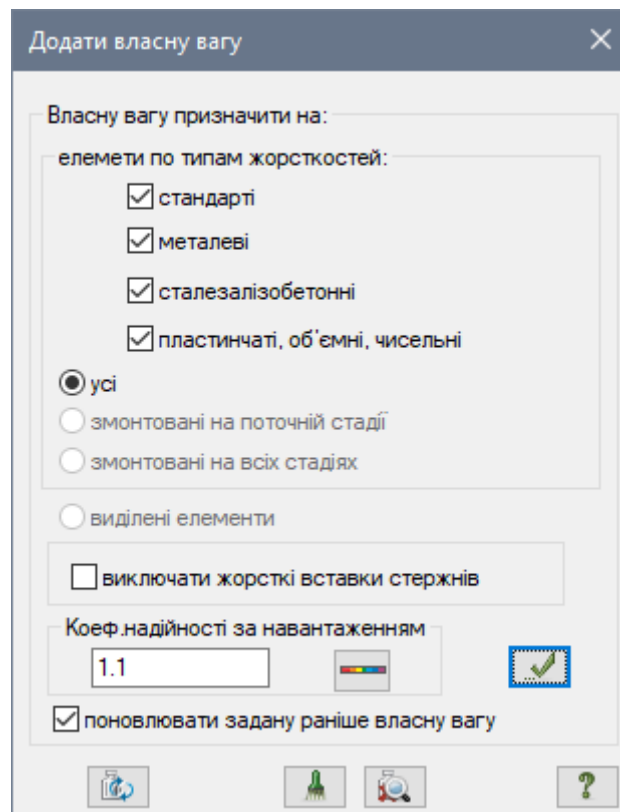

Рис. 19.18. Діалогове вікно Додати власну вагу
- Викличте діалогове вікно **Додати власну вагу** (рис. 19.18) натисканням по кнопці  – **Додати власну вагу** (панель **Навантаження** на вкладці **Створення та редагування**).